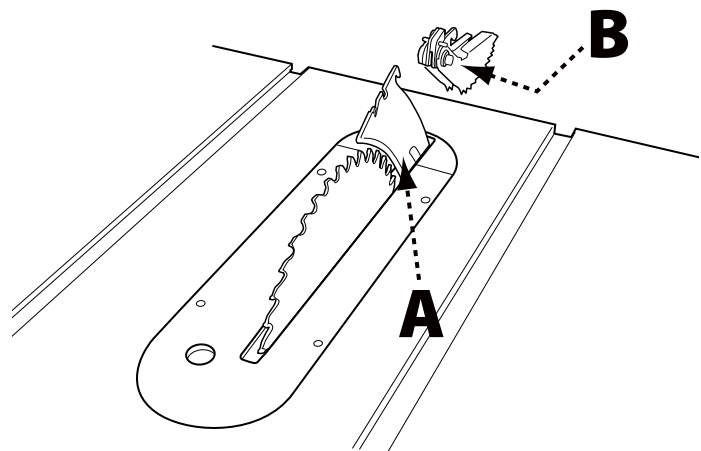

FIGURE 12
1. Reportez-vous à la Figure 12 et localisez la fente de montage des doigts anti-retour (A) au milieu du bord supérieur du couteau diviseur.
2. Faites coulisser la fente au milieu de l'ensemble de doigts anti-retour le long de la partie supérieure du couteau diviseur jusqu'à ce que la tige (B) localise la fente centrale sur le couteau diviseur.
3. Enfoncez la tige sur l'ensemble de doigts anti-retour (B) pour permettre à l'ensemble de tomber dans la fente. Appuyez sur l'ensemble de doigts anti-retour jusqu'à ce qu'il s'enclenche et se verrouille. Relâchez la tige. **REMARQUE :** Tirez sur les doigts anti-retour pour vous assurer qu'ils sont bien verrouillés en place.